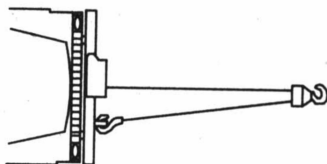

Figure 15
1. Doublez le câble avec un palan (voir Fig. 15) pour réduire la charge sur le treuil, le câble métallique et la batterie. Le doublement du câble réduira également la vitesse du câble du treuil. Assurez-vous que tout l'équipement utilisé répond à la capacité de traction maximale du câble du treuil. Lors du doublement du câble, les palans doivent être conçus pour une capacité de traction au moins deux fois supérieure à celle du câble du treuil.